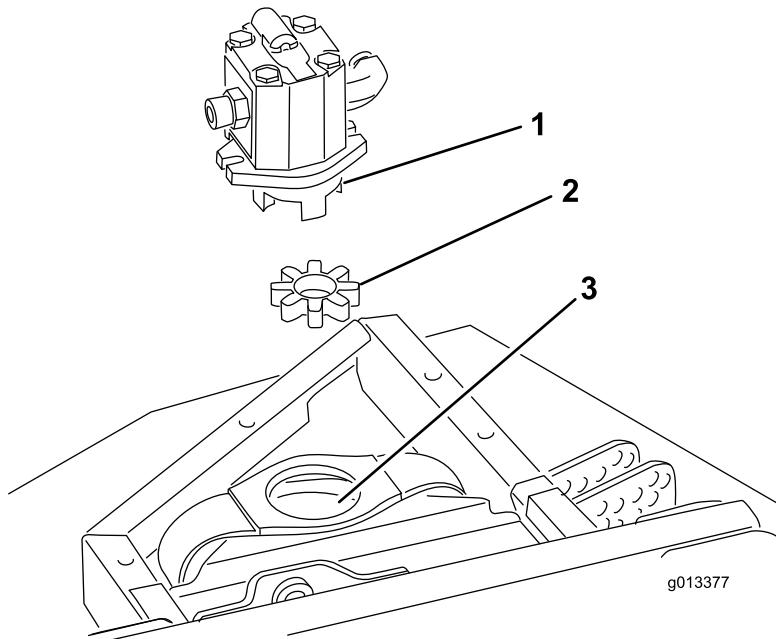

Bild 2
3. Entfernen Sie die dehbare Spinne von der Innenseite jeder Riemscheibe der Kupplung. Prüfen Sie auf Abnutzung und tauschen sie aus, wenn abgenutzt. Bewahren Sie sie sonst für den Einbau am neuen Mähwerk auf (Bild 2).
Hinweis: Prüfen Sie die drehkreuznabe auf Abnutzung und tauschen sie aus, wenn abgenutzt (Bild 2).